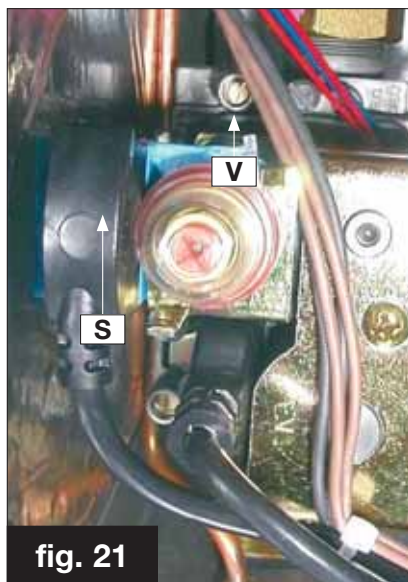

fig. 21
- collegare un manometro alla presa di pressione V di fig. 21;